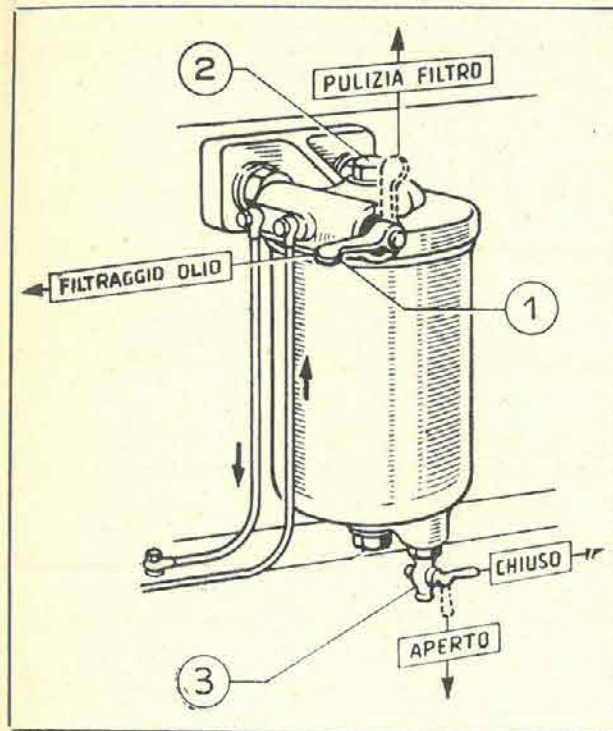

FIG. 6
**FILTRO RIGENERATORE DEL LUBRIFICANTE (Fig. 6)** - Allo scopo di ottenere un'efficace e totale depurazione dell'olio lubrificante, il motore è dotato di un filtro rigeneratore applicato sulla fiancata del motore, lato tubi di scarico.
#### Funzionamento (fig. 6)